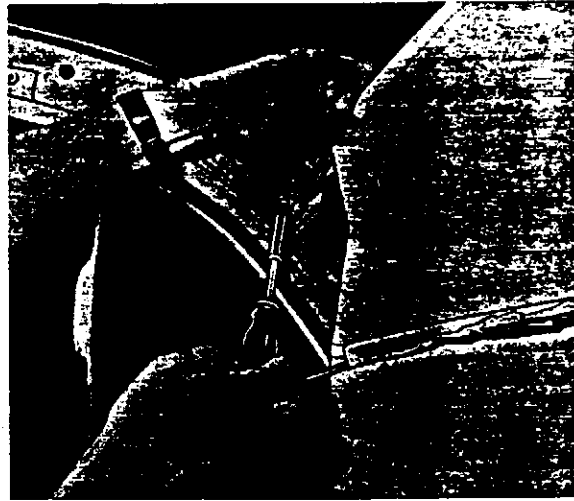

Abb. 73 Einbau des hinteren Bügels
6. Mit dem Einbau des Daches ist hinten zu beginnen, siehe Abb. 73. Die hinteren Spriegel sind mit Klammern zu befestigen, und zwar eine auf jeder Seite. Die übrigen Spriegel sind auf die Blechkante über den Türen zu stellen. Die Spriegel sollen vertikal stehen.